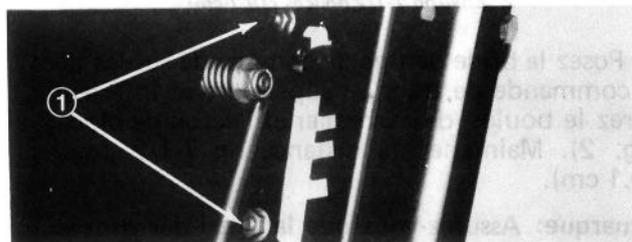

Figure 3A
2. Desserrez les écrous à collerette tel que démontré sur la figure 3A. Ceci permettra à la plaque du sélecteur de se déplacer sans difficulté.